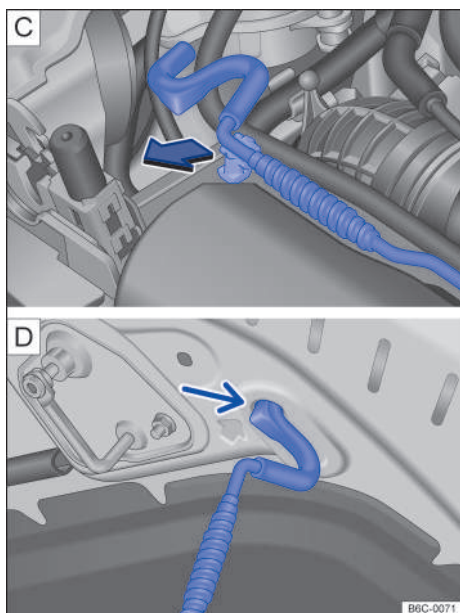

Fig. 168 [C] Varilla de sujeción de la tapa del compartimento del motor. [D] Tapa del compartimento del motor apoyada en la varilla de sujeción.
- Retirar la varilla de sujeción del soporte en el sentido de la flecha → fig. 168 [C] y colocarla en la abertura de la tapa del compartimento del motor → fig. 168 [D].
- Retirar la varilla de sujeción del orificio → fig. 168 [D] y encajarla en el soporte del cierre → fig. 168 [C].